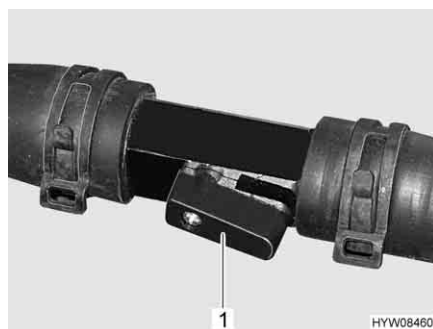

Fig. 147 Rubinetto di chiusura (aperto)
- Posizionare la leva (Fig. 147,1) parallelamente alla tubazione (Fig. 147). Più il rubinetto viene aperto, maggiore è la prestazione del riscaldamento.
- Posizionare la leva (Fig. 147,1) verticalmente rispetto alla tubazione. Il circuito di riscaldamento funziona mediante la tubatura di bypass.